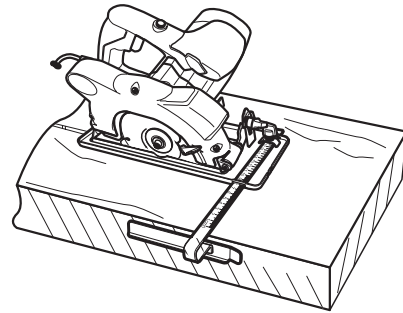

Fig. 14
- > Coloque la placa base (11) plana sobre la pieza de trabajo y deslícelo hacia delante a una velocidad uniforme (Fig. 14).